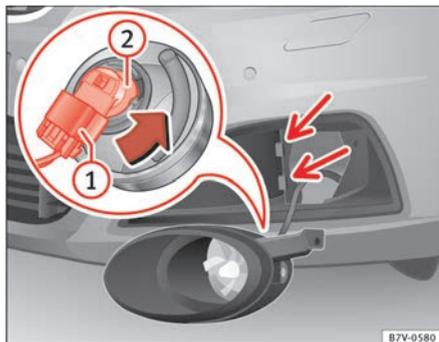

Abb. 218 Glühlampe im Scheinwerfer auswechseln.
4. Scheinwerfer ein wenig nach vorn klappen und aus den seitlichen Aufnahmen ⇒ Abb. 218 (kleine Pfeile) herausziehen.
5. Anschlussstecker ⇒ Abb. 218 (1) entriegeln und abziehen.
6. Lampenhalter ⇒ Abb. 218 (2) in Pfeilrichtung bis zum Anschlag nach links drehen und mit der Glühlampe nach hinten herausziehen.
9. Anschlussstecker ⇒ Abb. 218 (1) auf den Lampenhalter ⇒ Abb. 218 (2) stecken. Der Anschlussstecker muss hörbar einrasten.
10. Scheinwerfer in die Aufnahmen ⇒ Abb. 218 (kleine Pfeile) stecken und nach hinten klappen.